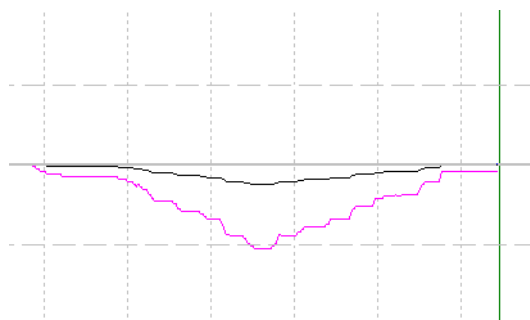

Рис. 3.3.
- На рис. 3.3 показано состояние осей №8 и №1 при вращении оси №8.